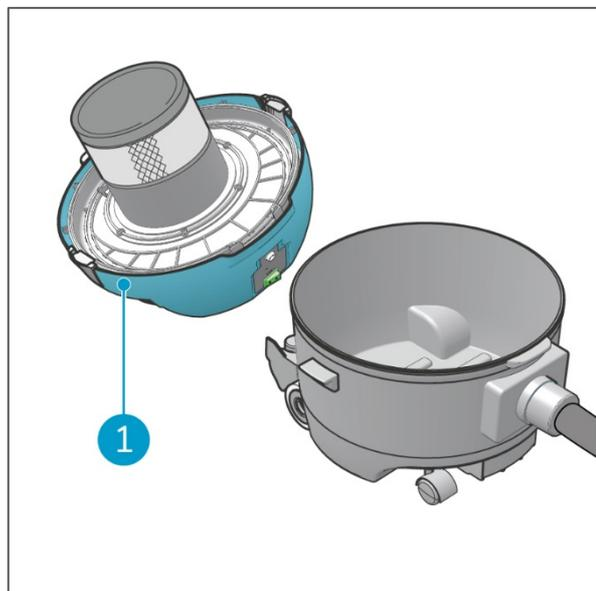

Figure 24
5. Placez le capot sur une surface plane (Figure 24 pos. 1).